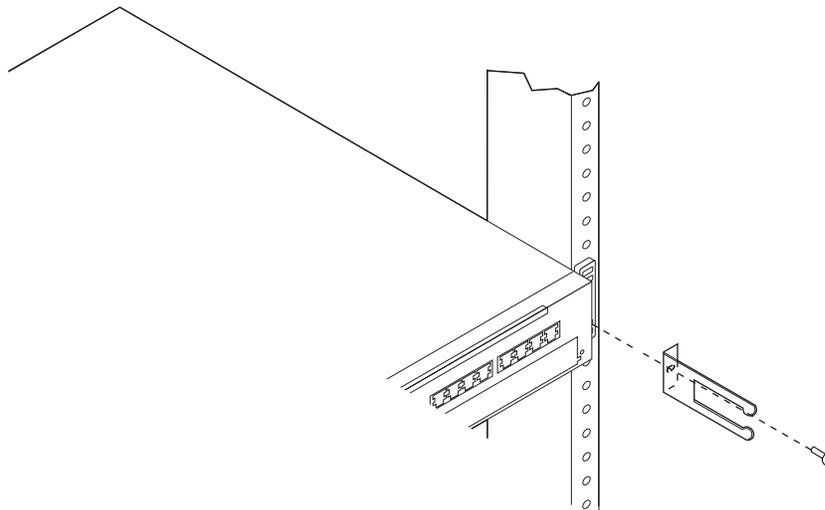

Abbildung 2-2. Kabelführung befestigen
6. Richten Sie auf der rechten Seite die unteren Schraubenlöcher in der Halterung und die Kabelführung an der entsprechenden Aussparung des Gehäuses aus. Befestigen Sie dann zuerst die Schraube, die in Abb. 2-2 zu sehen ist.